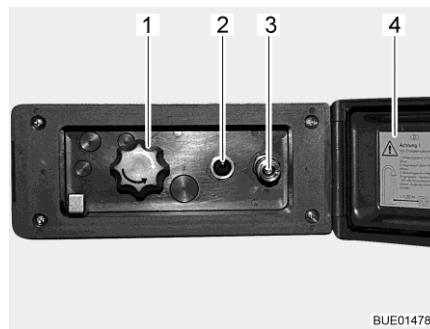

Fig. 169 Raccordo doccia esterno
- Sganciare ed aprire il coperchio (Fig. 169,4).
- Collegare il tubo flessibile della doccia esterna alla chiusura rapida (Fig. 169,3).
- Accendere la pompa dell'acqua con l'interruttore (Fig. 169,2).
- Regolare la temperatura dell'acqua ai gradi desiderati mediante la manopola (Fig. 169,1).
- Spegnerne la pompa dell'acqua con l'interruttore (Fig. 169,2).
- Chiudere il coperchio (Fig. 169,4) e bloccarlo con la chiave.
- Ruotare la manopola (Fig. 169,1) sulla posizione centrale.